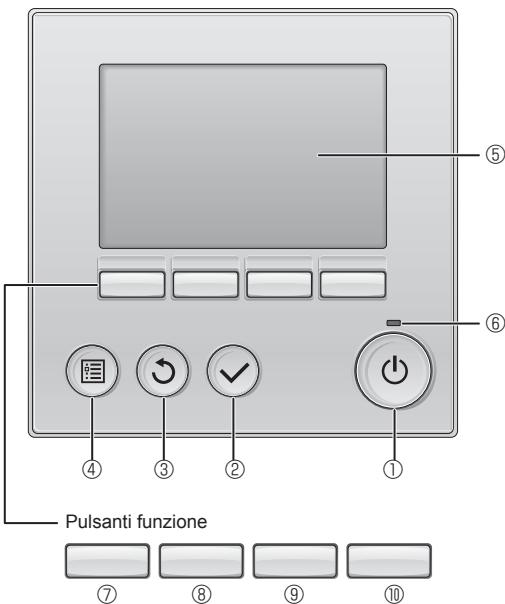

Fig. 6-1
6.2.1. Uso del comando a distanza con filo (Fig. 6-1)
① Pulsante [ON/OFF]